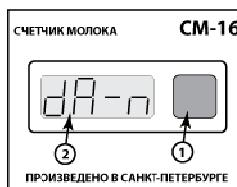
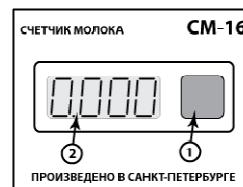

Рис. 13
Рис. 14
- нажать и удерживать кнопку до появления на дисплее «**ДА-ДА**» (Рис. 13), подтвердить правильность набора коротким нажатием кнопки, после чего счетчик перейдет в режим счета и на дисплее отобразится «**0.000**» (Рис.14). При длинном нажатии кнопки происходит возврат к началу режима программирования.